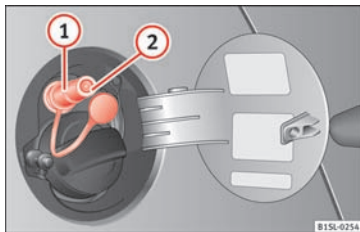

Fig. 104 Åben tankklap: gaspåfyldningsstuds ①, pakring til påfyldningsstuds ②
- Åbn gaspåfyldningsstudsens »» Fig. 104 ①.